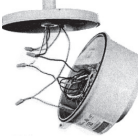

FIGURA 2
3. Cuelgue la envoltura del balastro en el gancho de la bisagra de apertura de la tapa. Vea la figura 2.
4. Conecte los cables de la alimentación a las puntas de los cables de la luminaria (o terminales) de acuerdo a los diagramas de alambro suministrados con la luminaria y normas aplicables. Vea la figura 2. Apriete todas las conexiones eléctricas.